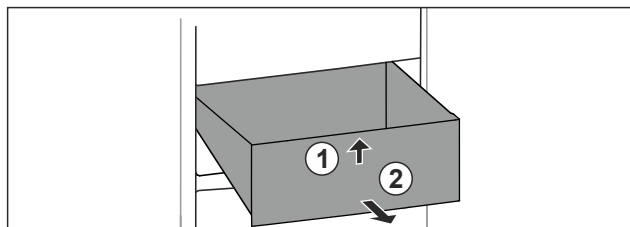

Fig. 72
- ▶ Unieść szufladę z przodu. Fig. 72 (1)
- ▶ Wyjąć szufladę do przodu. Fig. 72 (2)